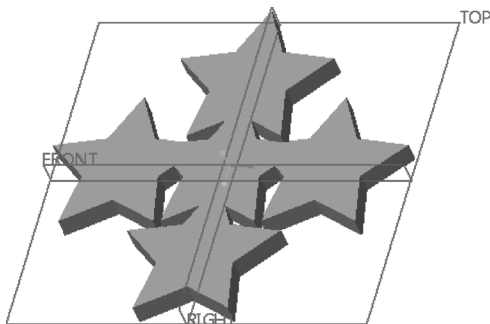

图 5-104 阵列结果
6) 在“阵列”选项卡中单击 (完成) 按钮，阵列结果如图 5-104 所示。